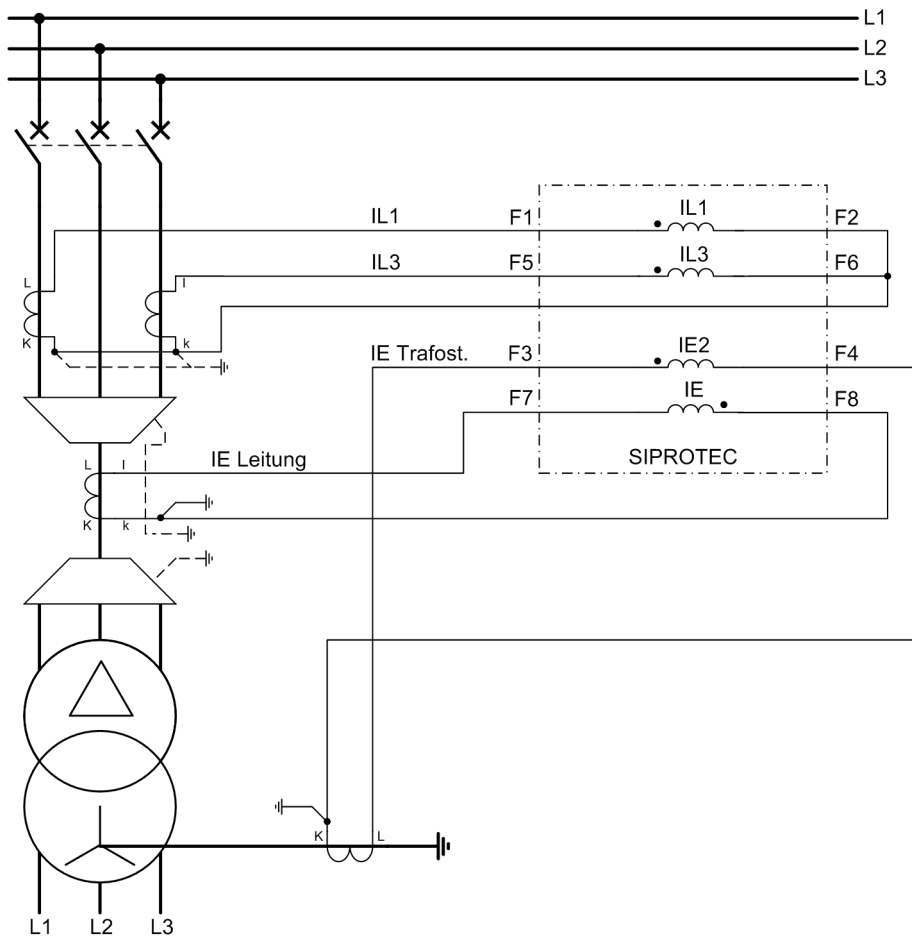

Bild 2-3 Messung von zwei Erdströmen, Beispiel
1) Achtung! Die Funktion „Gerichteter Überstromzeitschutz Erde“ darf nur betrieben werden, wenn über  $I_{E2}$  der Erdstrom der eigenen Leitung gemessen wird. In dem in Bild 2-3 dargestellten Beispiel ist dies nicht der Fall. Hier wird der Erdstrom der eigenen Leitung über  $I_E$  gemessen. Die Funktion muss ausgeschaltet werden. Eine Anschaltung, bei der die Funktion betrieben werden kann, ist im Anhang A.3 Bild A-10 dargestellt.